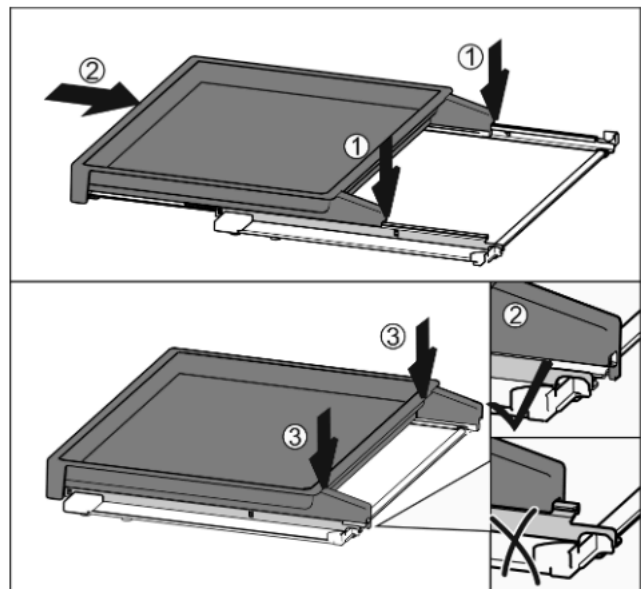

Fig. 97
- Appoggiare centralmente sulle guide Fig. 97 (1).
- Spingere completamente il ripiano estraibile Fig. 97 (2).
- Premere sul lato posteriore fino ad avvertire l'innesto Fig. 97 (3).